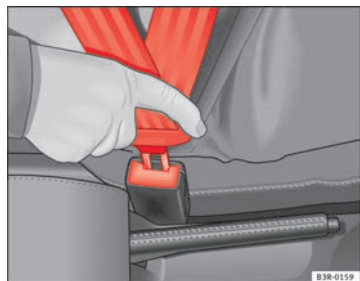

Fig. 11 Blocchetto di aggancio e linguetta della cintura di sicurezza
- Inserire la linguetta della cintura nel blocchetto di aggancio del sedile corrispondente facendole effettuare lo scatto d'innesto ⇒ fig. 11.